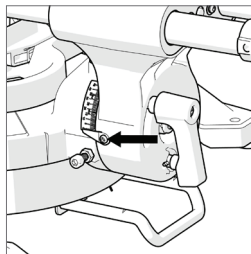

Fig. 15
- Allentare la vite dell'indicatore dell'angolo di inclinazione mediante un cacciavite a croce n. 2. (**Fig. 15**)